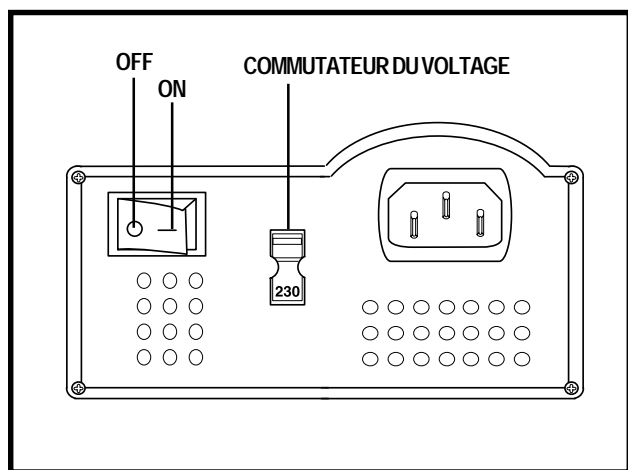

Figure 12. Commutateurs du chargeur externe
Le chargeur fourni avec votre scooter est équipé d'un commutateur de voltage 115/230. Vérifiez que le commutateur est réglé sur le voltage de votre localité. Si vous n'êtes pas certain du voltage de votre région, contactez votre fournisseur d'électricité avant de procéder au branchement de votre chargeur. Si le réglage n'est pas correct le chargeur ne pourra fonctionner normalement. Placez le commutateur à la position appropriée. Voir la figure 12.
7. Allumez le chargeur. Voir la figure 12. Nous recommandons de recharger les batteries pendant une période de 8 à 14 heures consécutives.